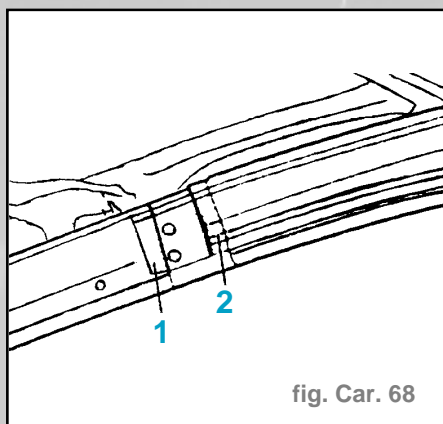

fig. Car. 68
**Position des raidisseurs sur le véhicule** (fig. Car. 68)